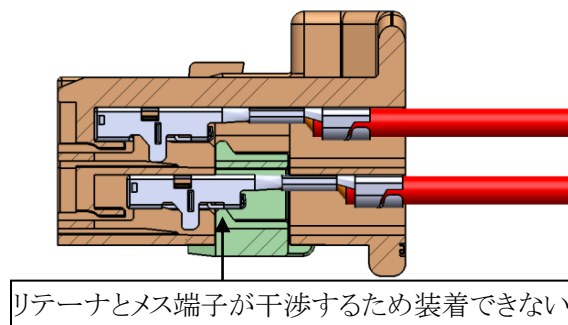

図 27.リテーナ中途挿入状態
- ③図 27 に示すように、メス端子が中途挿入状態である場合、リテーナが装着できません。